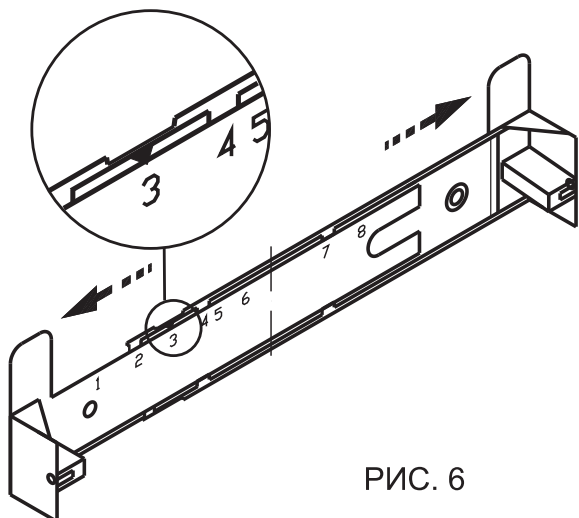

РИС. 6
6.2 Крепление кронштейна к стене (рис. 6, 7).
- прежде чем прикрепить кронштейн к стене, необходимо выставить кронштейн на нужный размер (равный ширине верхней фальштрубы) рис.6, для этого увеличьте размер кронштейна (если это необходимо), раздвинув его, и установите фиксатор напротив цифры, соответствующей Вашему зонту (см табл.3, графа N).